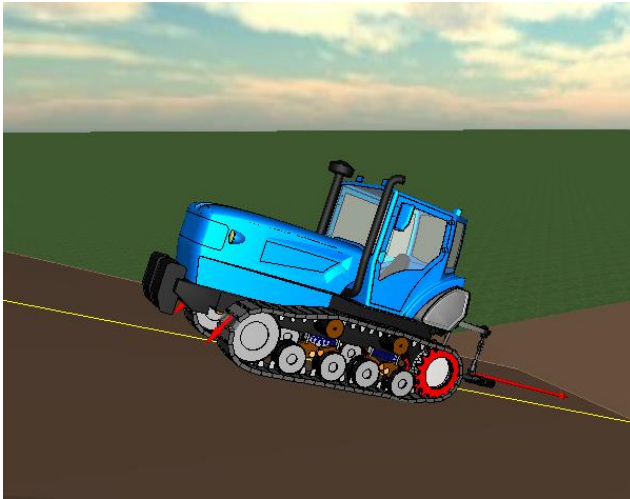
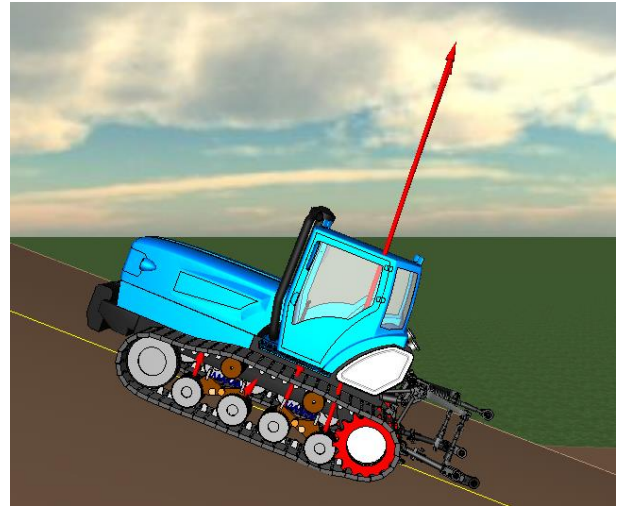

Рис. 34. Динамические нагрузки в шарнире между смежными звеньями при $t=6,58$ с
Рис. 35. Нормальные силы в опорных катках при $t=6,58$ с
6. Перейдем к процессу моделирования. Тест настроен так, что на графиках первый оборот гусениц отображаться не будет. В окне **Инспектора моделирования объекта** нажмите кнопку **Интегрирование**. Наблюдайте за процессом на графиках и в анимационном окне до окончания процесса (рис. 34, рис. 35).